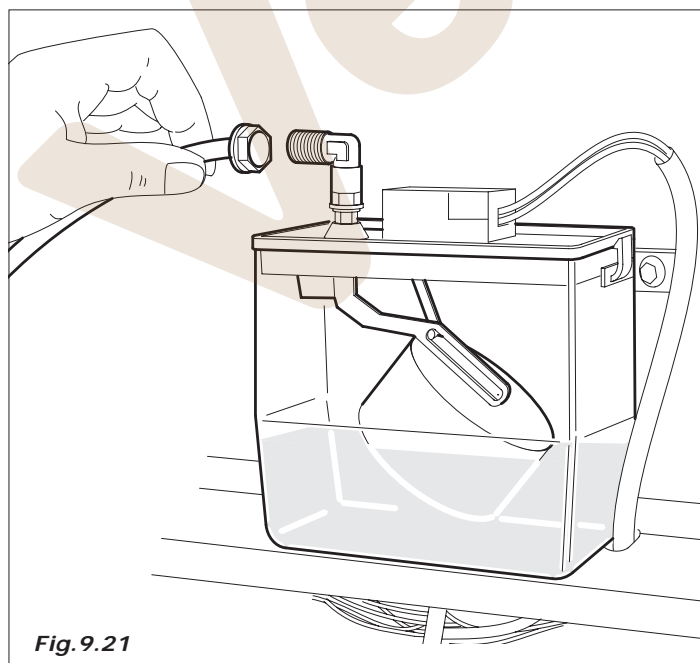

Fig.9.21
- Conectar el tubo de impulsión del filtro descalcificador a la cubeta después de haber separado el tubo ya presente (Fig. 9.21).